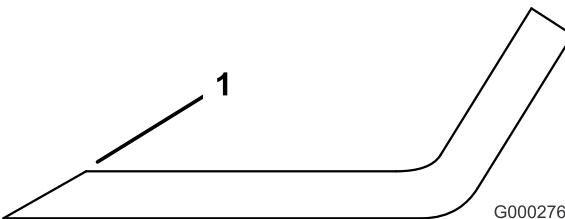

Figura 102
- Inspeccione los filos de todas las cuchillas. Afílelos si están romos o tienen mellas. Afile únicamente la parte superior del filo y mantenga el ángulo de corte original para asegurar un filo correcto (Figura 102). La cuchilla permanecerá equilibrada si se retira la misma cantidad de metal de ambos bordes de corte.
Si se permite que la cuchilla se desgaste, se formará una hendidura entre la vela y la parte plana de la cuchilla (Figura 102). Con el tiempo, una parte de la cuchilla puede desprenderse y ser arrojada desde debajo de la carcasa, posiblemente causando lesiones graves a usted o a otra persona.